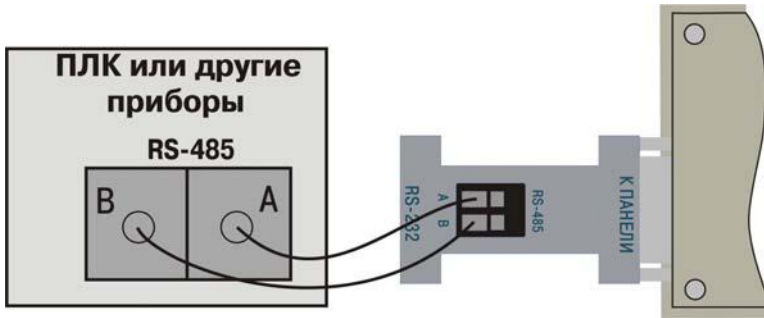

Рис. 6.1. Схема подключения интерфейса RS485 для конфигурирования панели ИП320
2. Для связи с ПЛК по RS 485 – отсоединить нуль модемный кабель. Подсоединить провода к контактам А и В на переходнике и на ПЛК (см. рис. 6.1).